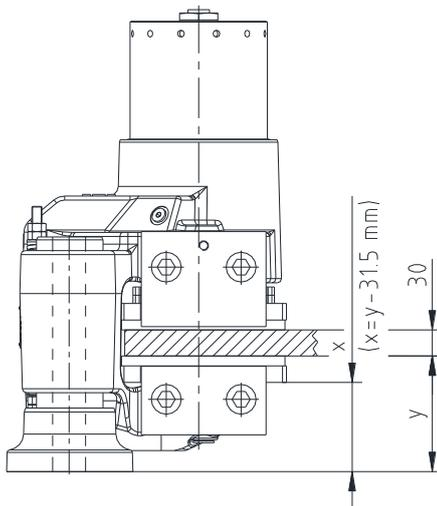
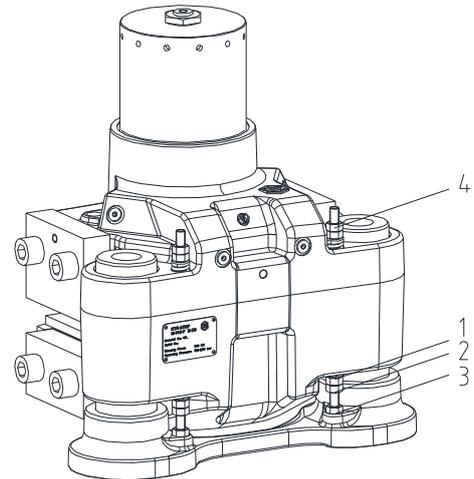

Bild 11: Einstellung Spalt
Bild 12: Einstellung Zentrierungssystem
- Stellen Sie den Spalt auf 0,5 mm bzw. auf den geforderten Wert x (siehe Bild 11) ein, indem Sie die in Bild 12 mit 1 markierte Sechskantmutter in die Richtung nach oben oder unten schrauben.
- Kontern Sie die Sechskantmutter mit der in Bild 12 mit 2 markierten Sechskantmutter.